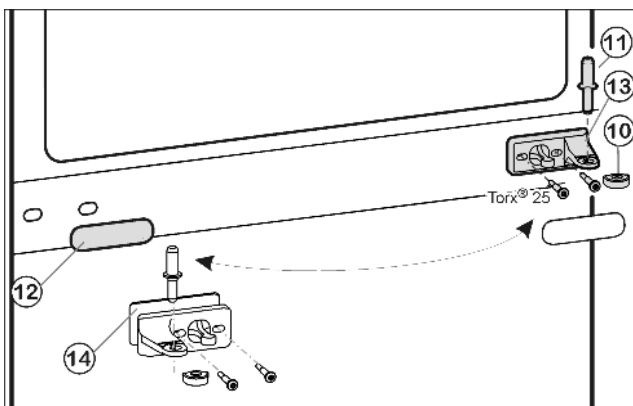
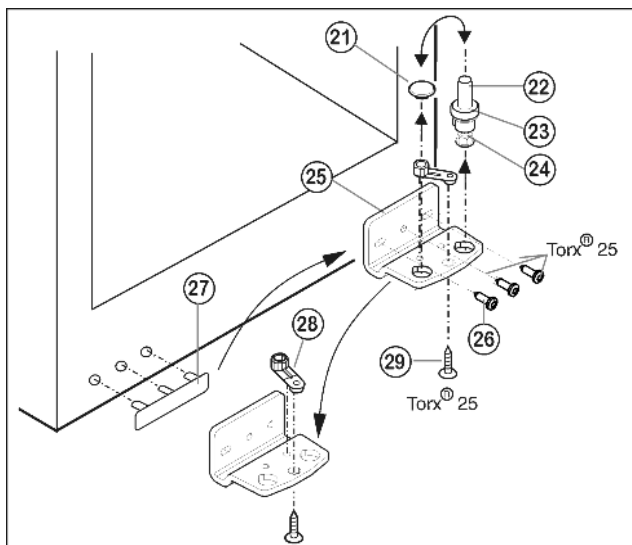

Fig. 6
Fig. 7
- ▶ Estrarre il perno di supporto centrale Fig. 6 (11) dal blocco di supporto e dalla porta inferiore.
- ▶ Staccare il coperchio di plastica Fig. 6 (10).
- ▶ Svitare il blocco di supporto centrale Fig. 6 (13) (2 x Torx® 25).
- ▶ Staccare il pannello di copertura Fig. 6 (12) facendo attenzione.
- ▶ Avvitare il blocco di supporto centrale Fig. 6 (13) con spessore Fig. 6 (14) ruotato di 180° sul nuovo lato cerniera saldamente a 4 Nm.
- ▶ Innestare nuovamente la copertura Fig. 6 (12) ruotata di 180° sul nuovo lato impugnatura.
- ▶ Togliere completamente il perno di supporto Fig. 7 (22) con lo spessore Fig. 7 (23) e il piedino di regolazione Fig. 7 (24), estrarre tirando verso l'alto.
- ▶ Togliere il tappo Fig. 7 (21).
- ▶ Svitare il blocco di supporto Fig. 7 (25).
- ▶ Svitare l'elemento di supporto Fig. 7 (28) e spostarlo Fig. 7 (29) nel foro di alloggiamento opposto, serrarlo nuovamente.
- ▶ Staccare la copertura lato maniglia Fig. 7 (27) facendo attenzione e spostarla sul lato opposto.
- ▶ Fissare nuovamente il blocco di supporto Fig. 7 (25) sul nuovo lato cerniere, eventualmente servendosi di un avvitatore a batteria (a 4 Nm) a 4 Nm.
- ▶ Inserire nuovamente il tappo Fig. 7 (21) nell'altro foro.
- ▶ Inserire nuovamente il perno di supporto Fig. 7 (22), con lo spessore e il piedino di regolazione. Prestare attenzione in modo l'arresto sia rivolto verso il dietro.
- ▶ Appoggiare la porta inferiore dall'alto sul perno di supporto in basso Fig. 7 (22).
- ▶ Applicare nuovamente il coperchio di plastica Fig. 6 (10) sul blocco di supporto centrale Fig. 6 (13).
- ▶ Inserire il perno di supporto centrale Fig. 6 (11) sul nuovo lato cerniera attraverso il blocco di supporto centrale Fig. 6 (13) nella porta inferiore.
- ▶ Mettere la porta superiore sul perno di supporto centrale Fig. 6 (11).
- ▶ Eventualmente allineare le porte sopra le due asole nel blocco di supporto in basso Fig. 7 (25) e nel blocco di supporto al centro Fig. 6 (13) a filo con l'involucro dell'apparecchio. Svitare la vite centrale nel blocco di supporto in basso Fig. 7 (25).